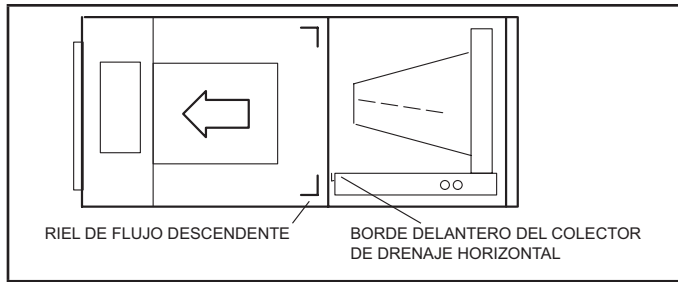

FIGURA 5. Configuración de descarga a la izquierda
- 9 - Instale el protector horizontal (modelo -060) en el borde delantero del colector de drenaje horizontal como se ilustra en la Figura 5.